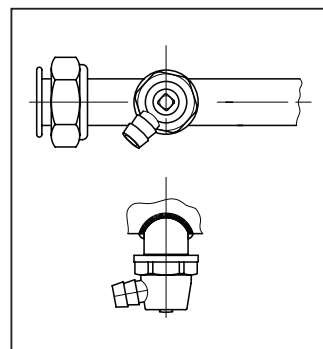

fig. 20
- Per vuotare completamente l'impianto di riscaldamento utilizzare il rubinetto 200 di fig. 20 e 24). Utilizzare come sfiato le valvoline dei radiatori.